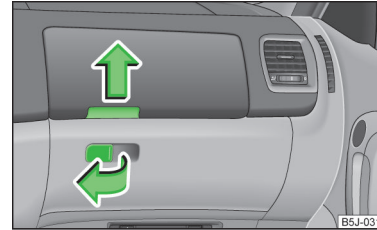

Abb. 63
- Den Griff der Klappe in Pfeilrichtung ziehen » Abb. 63 und die Klappe herunterklappen.